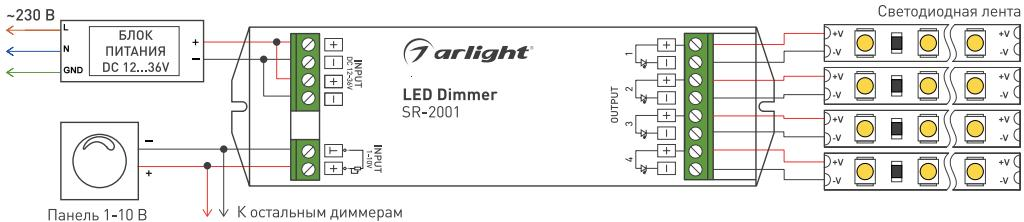
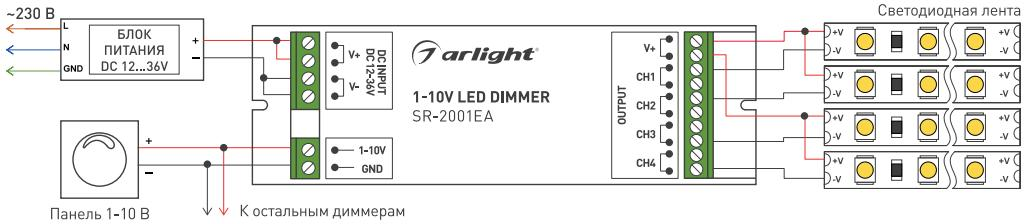

Рис. 1. Схема подключения SR-2001.
Рис. 2. Схема подключения SR-2001EA.
3.3. Подключите светодиодную ленту или другой светодиодный источник света к выходу «OUTPUT» диммера (см. Рис. 1 и Рис. 2), соблюдая полярность.